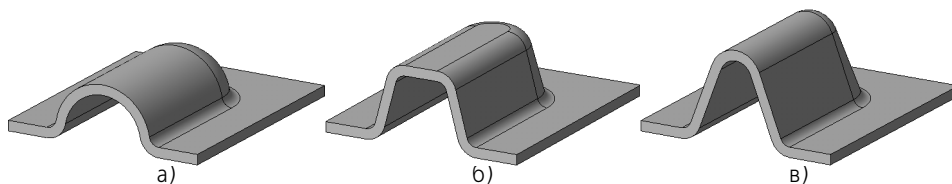

Рис. 93.7. Формы сечения буртиков
- ▼ круглая (рис. 93.7, а),
- ▼ U-образная (рис. 93.7, б),
- ▼ V-образная (рис. 93.7, в).